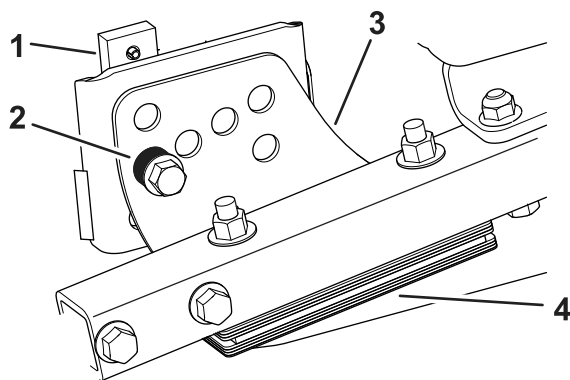

Figura 73
1. Retire el soporte de altura de corte (delantero, izquierdo o derecho) del bastidor de la carcasa (Figura 73).
2. Coloque suplementos de 1,5 mm y/o 0,7 mm entre el bastidor de la carcasa y el soporte hasta lograr el ajuste de altura deseado (Figura 73).